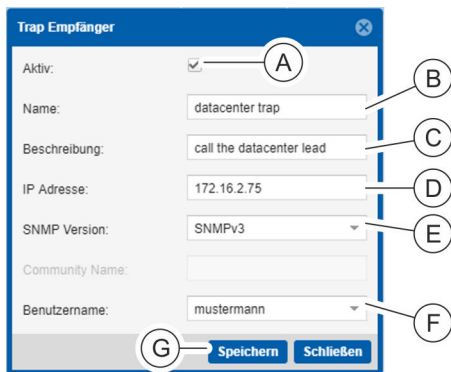

Abb. 142: Fenster "Trap Empfänger"
1. ➔ Trap-Empfänger entsprechend *Empfänger mit SNMPv1/ SNMPv2 hinzufügen*, Schritte 1 – 4 konfigurieren (Abb. 142/Ⓐ – Ⓓ).
2. ➔ Im Auswahlfeld die SNMP-Version "SNMPv3" auswählen (Abb. 142/Ⓔ).
3. ➔ Einen Benutzernamen auswählen (Abb. 142/Ⓕ).
4. ➔ Nach der Eingabe der Daten das Fenster über die Schaltfläche „Speichern“ (Abb. 142/Ⓖ) verlassen, um die Konfiguration auf der PDU anzulegen.